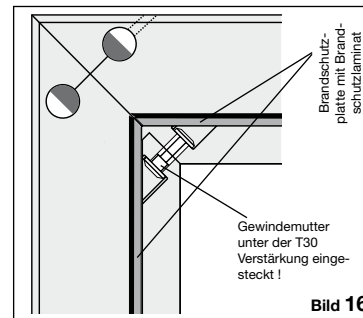

Bild 16
- Den Fertigfutterstock nach Standardmontageanleitung zusammenbauen. Bei den Futterlängsteilen ist die erste Gewindemutter unter der EI30 Verstärkung eingelegt. (siehe Bild 16).